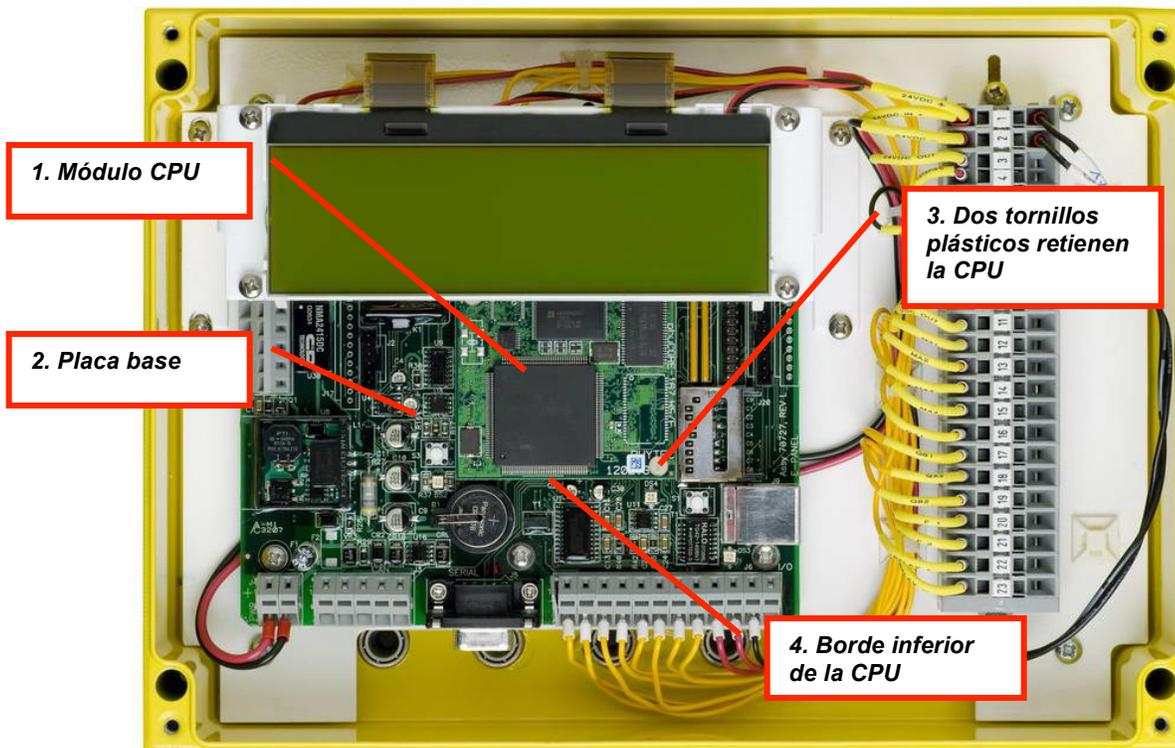

Figura 1
8. Identifique la placa base y el modulo del CPU en el interior del Rapidlogger usando la Figura 1 como referencia.
13. Ahora agarre el módulo de la CPU y gírelo de modo que la orientación del módulo sea la misma que se muestra en la Figura 1.